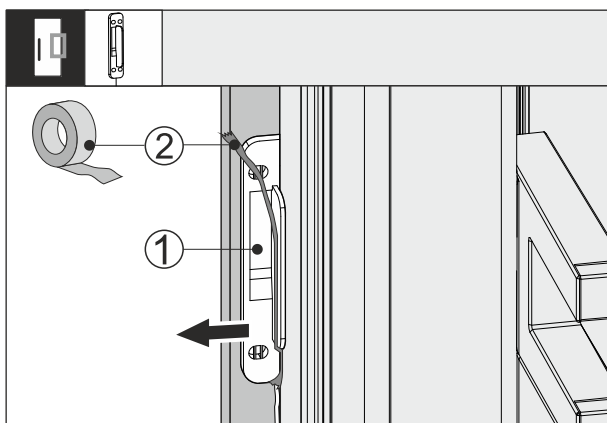

Fig. 65
- ▶ Uklonite ljepljivu traku Fig. 65 (2) na senzoru Fig. 65 (1) kucanja.